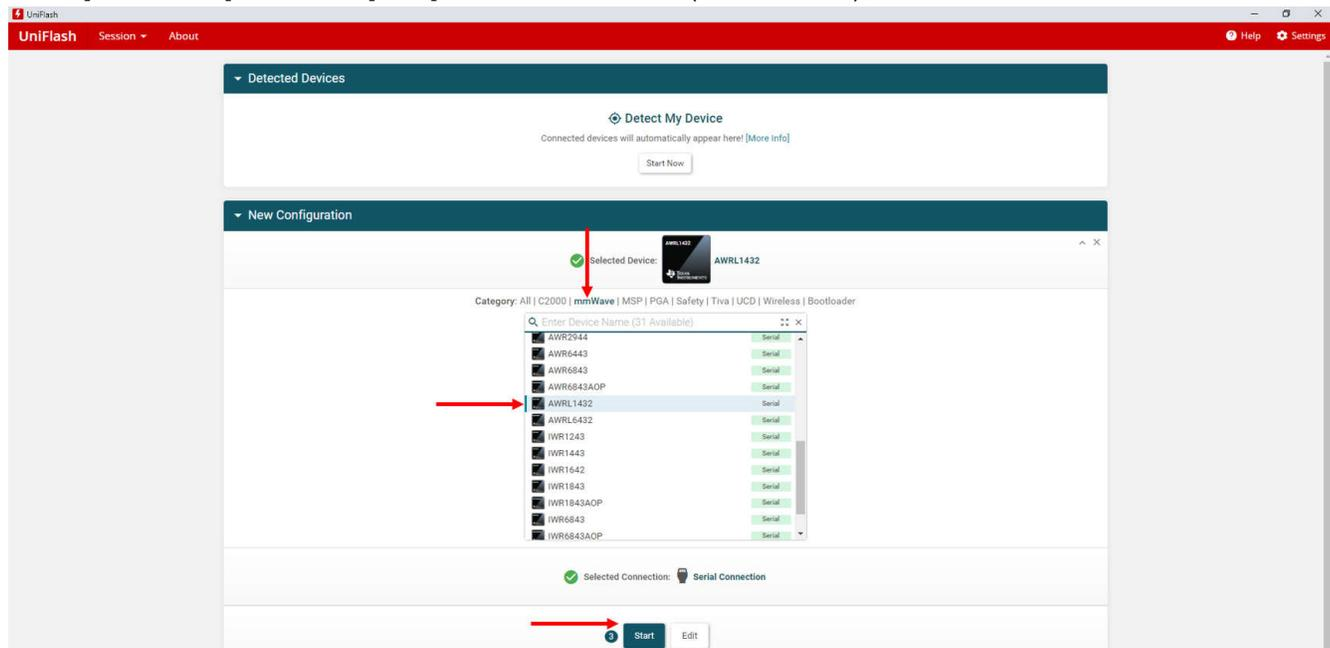

図 3-3. UniFlash の構成
3. UniFlash ソフトウェアを開きます。[Category] ヘッダから [mmWave] を選択し、利用可能なデバイスのフィールドから [AWRL1432] を選択して [Start] ボタンをクリックします (図 3-3 を参照)。